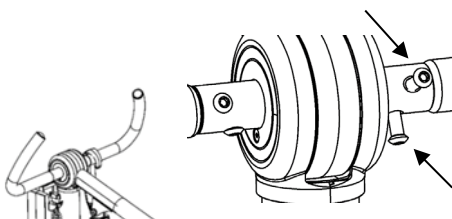

Fig. 1.6F
5. Monte as asas no mastro com dois parafusos e aperte com a chave Allen. (Fig 1.6F).